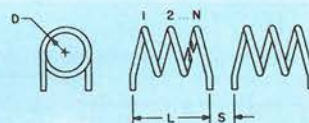

Figura 8. Dati dei trasformatori a radio frequenza e delle induttanze.
3. Vedi la Figura 8 per i dati dei trasformatori ad alta frequenza e delle induttanze.
È consigliabile avvolgere tutti i trasformatori e le induttanze prima di iniziare il montaggio dei componenti sul circuito stampato. I dati degli avvolgimenti sono pubblicati in Figura 8. Tutte le induttanze in aria sono avvolte su mandrini con filettatura a spirale, cioè su normali bulloni lunghi da 5 a 7,5 cm. Usare per gli avvolgimenti filo isolato con smalto termofusibile, che verrà